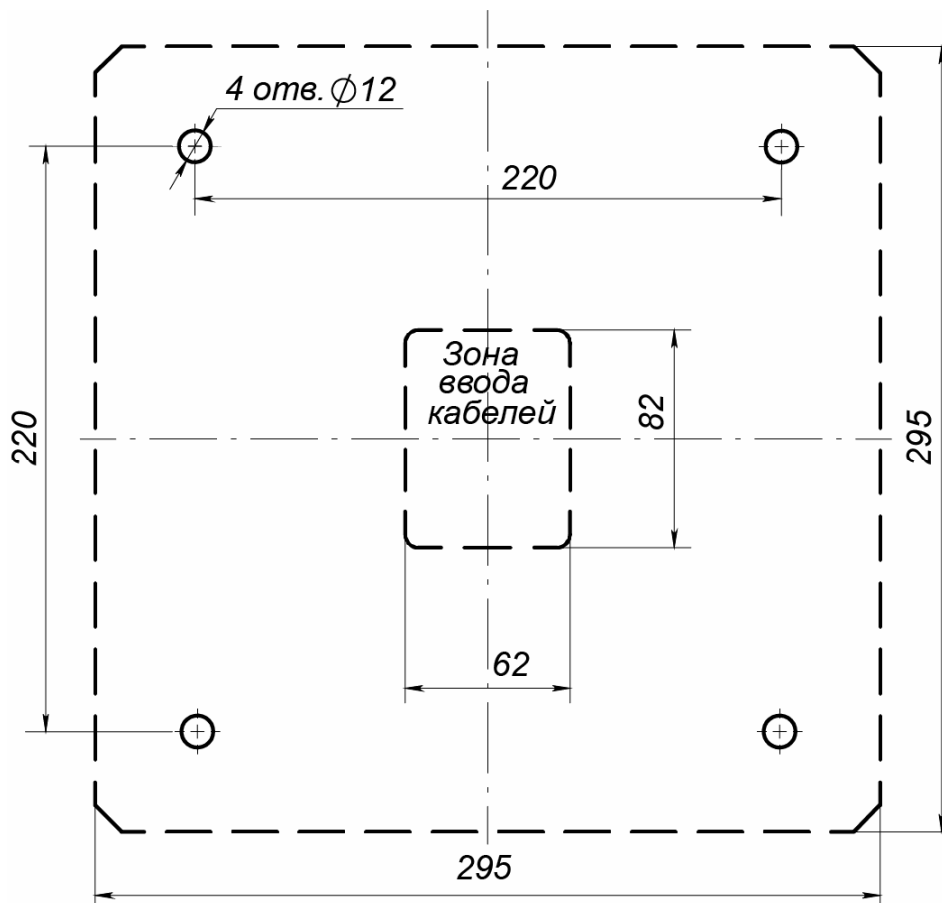

Рисунок 2. Схема разметки для установки стойки
3. При необходимости прокладки кабелей под поверхностью пола подготовьте в полу кабельный канал, подходящий к отверстию для ввода кабелей в основании стойки (см. рис. 2).